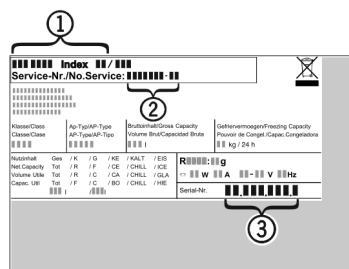

Fig. 7
- Gerätebezeichnung Fig. 7 (1), Service-Nr. Fig. 7 (2) und Serial-Nr. Fig. 7 (3) vom Typenschild ablesen. Das Typenschild befindet sich an der linken Geräteinnenseite.
- Den Kundendienst benachrichtigen und den Fehler, Gerätebezeichnung Fig. 7 (1), Service-Nr. Fig. 7 (2) und Serial-Nr. Fig. 7 (3) mitteilen.